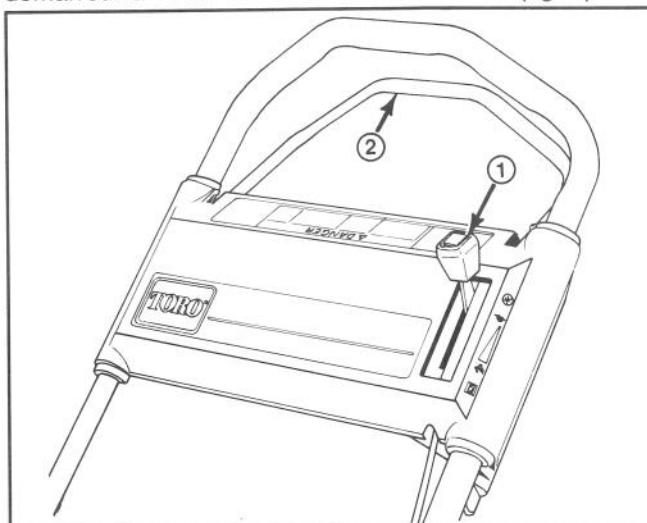
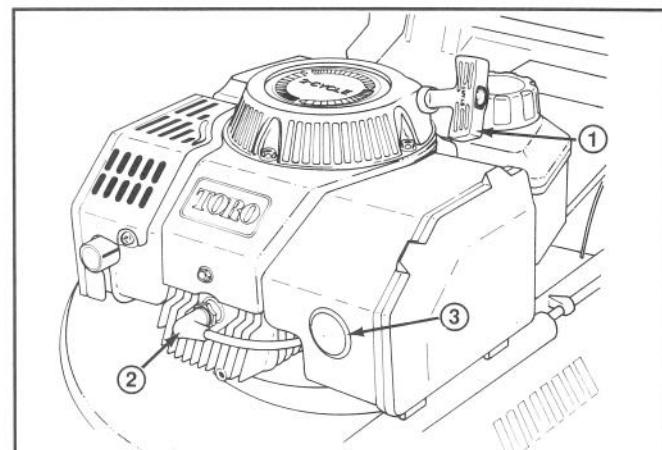
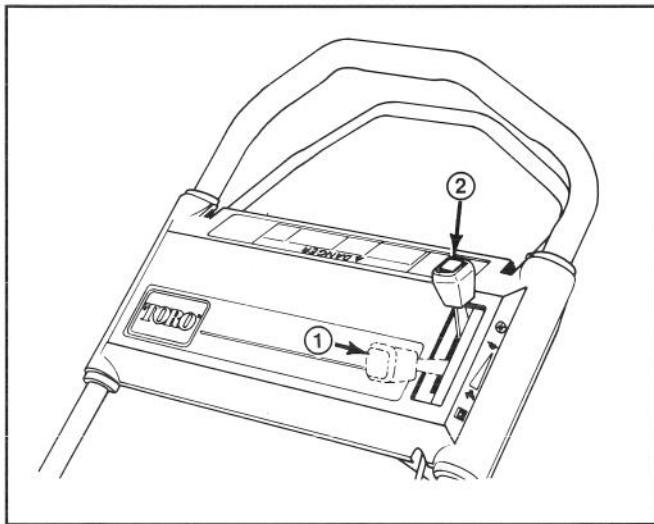

Figure 7
Figure 8
Figure 9
COMMANDES—Les manettes des gaz et du système de traction se trouvent sur le guidon supérieur (fig. 7). L'amorçage est situé à l'avant du moteur et le démarreur à corde sur le dessus du moteur (fig. 8).
1. DÉMARRAGE—Brancher le fil d'allumage sur la bougie (fig. 8). Pousser le levier des gaz en position CHOKE (starter) (fig. 9).
3. Tirer la corde du lanceur du moteur (fig. 8) jusqu'à ce qu'elle ne présente plus de mou. Puis, tirer vigoureusement pour lancer le moteur. Une fois que le moteur tourne, placer la manette des gaz en position FAST (rapide) ou régler à la vitesse désirée.
Remarque: si le moteur ne démarre pas, placer la manette des gaz en position OFF (fig. 9) et attendre 3 secondes. Répéter les étapes 1 à 3 jusqu'à ce que le moteur démarre.
4. ARRÊT (fig. 9)—Pour arrêter le moteur, ramener la manette des gaz en position ENGINE OFF (moteur coupé). Débrancher le fil de bougie si la tondeuse ne va plus être utilisée ou est laissée sans surveillance.
1. Arrêter le moteur et débrancher le fil de la bougie (fig. 8).
- 1. Vis (4)
4. Placer la manette des gaz sur OFF (moteur coupé) (fig. 9).